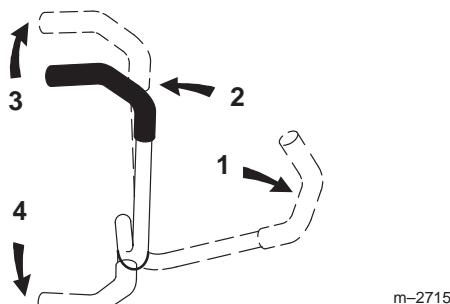

Figure 10
3. Pour vous déplacer en marche avant, poussez doucement les leviers de commande de déplacement vers l'avant (Fig. 10).
Pour vous déplacer en ligne droite, appliquez une pression égale sur les deux leviers de déplacement (Fig. 10).
Pour tourner, relâchez le levier de commande correspondant à la direction que vous voulez prendre (Fig. 10).
2. Pour vous déplacer en marche arrière, tirez doucement les leviers en arrière (Fig. 10).